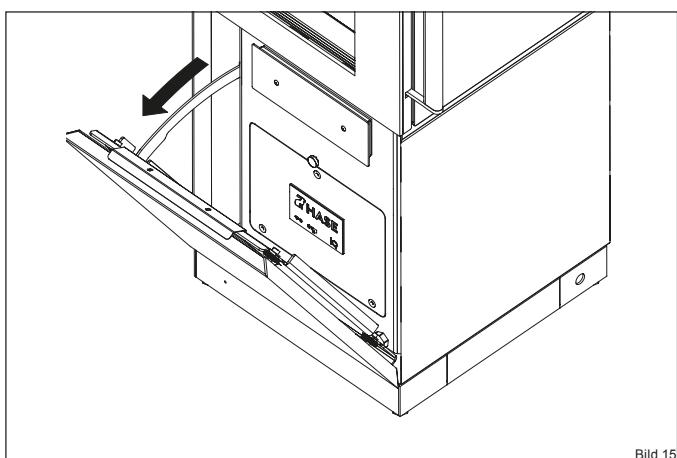

Bild 15
- Öffnen Sie die Bedienungstür (Bild 15).
- Ziehen Sie den Aschebehälter an der Abdeckung aus der Öffnung heraus (Bild 15).